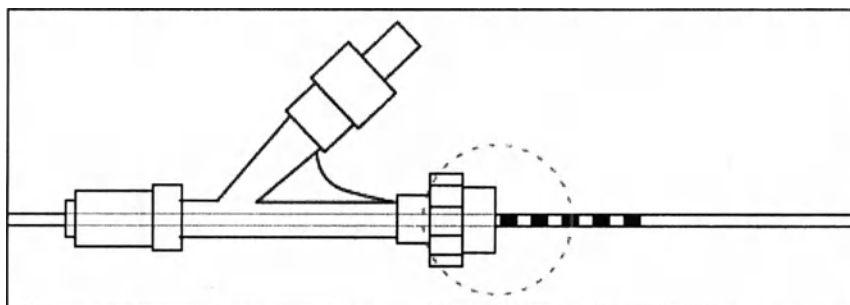

Рис.3.1
9. При использовании микрокатетера длиной 150 см или более продвигайте толкатель до тех пор, пока рентгеноскопический маркер спирали не достигнет RHV. В это время следует начать рентгеноскопический контроль. См. рисунок 3.1.